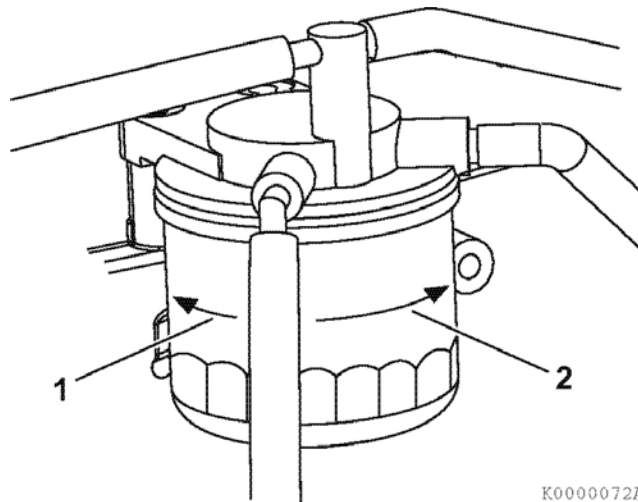

Рисунок 48
3. Снимите топливный фильтр с помощью специального ключа, поворачивая его налево (рисунок 48 (1)). Снимая топливный фильтр, придерживайте его с осторожностью, чтобы не проливалось топливо. Вытрите все пролитое топливо.
5. Установите новый топливный фильтр. Затягивайте его рукой вправо (рисунок 48 (2)) до тех пор, пока он не войдет в контакт с посадочной поверхностью. С помощью специального ключа затяните топливный фильтр с усилием 19.6 – 23.5 Н·м, 2.0 – 2.4 кгс/м) или на один дополнительный оборот.